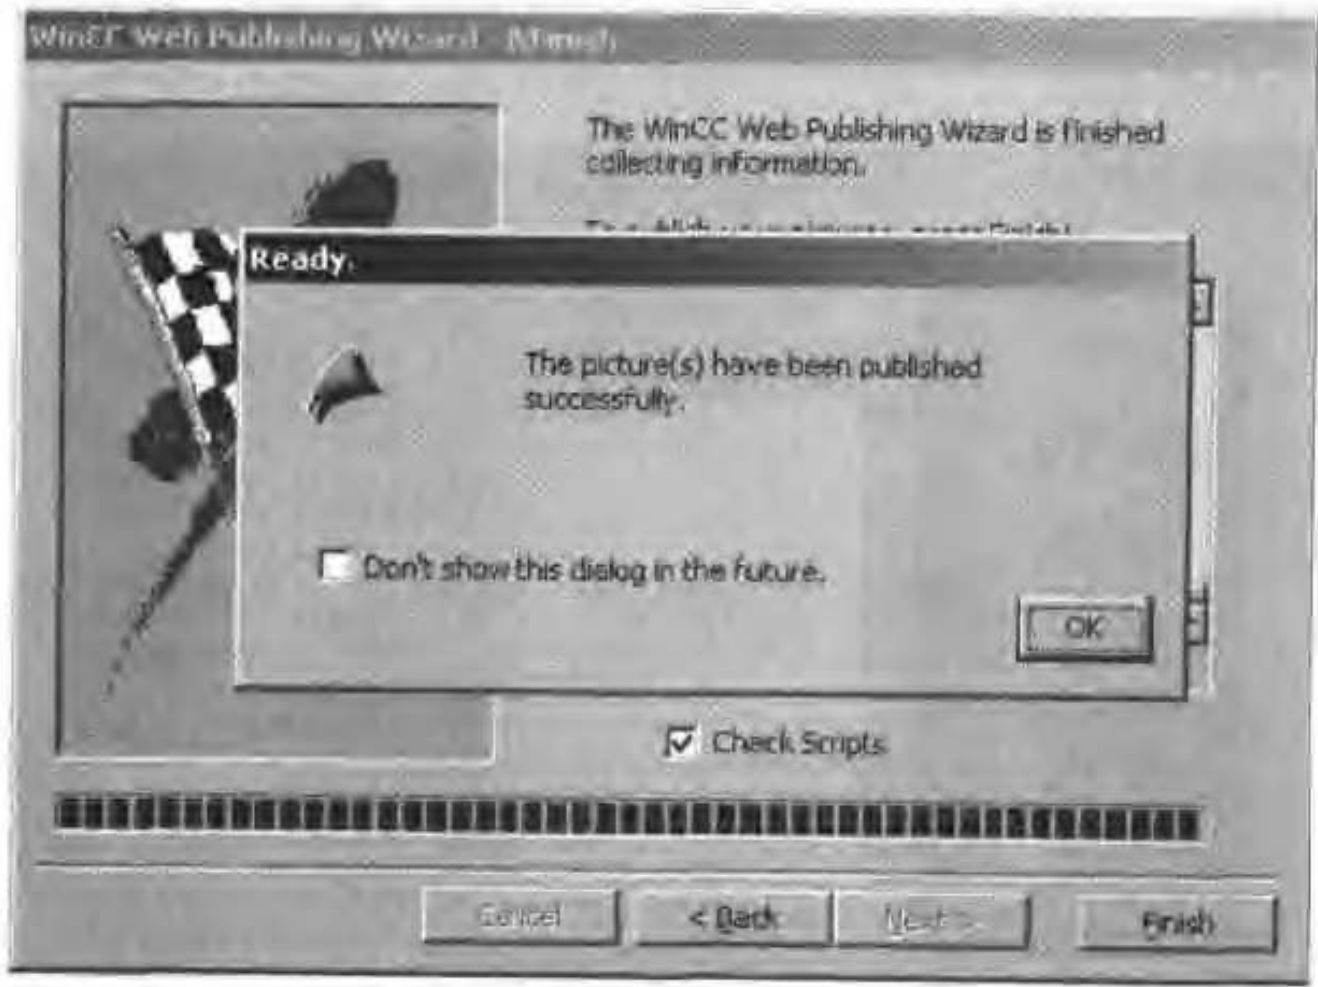

图 15-23 Web 服务器组态完成
- 单击 Finish 按钮,在 Web Site 上发布画面,如图 15-23 所示。